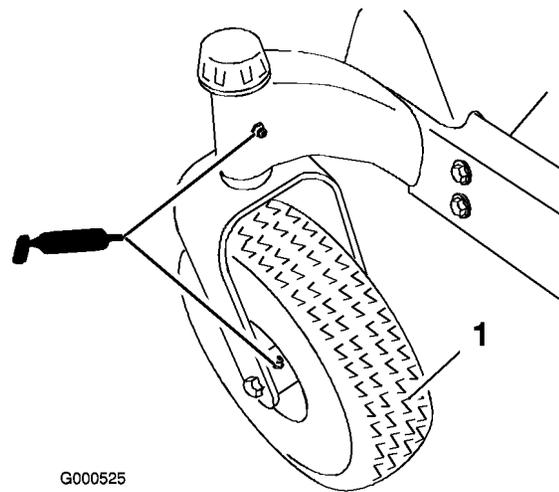
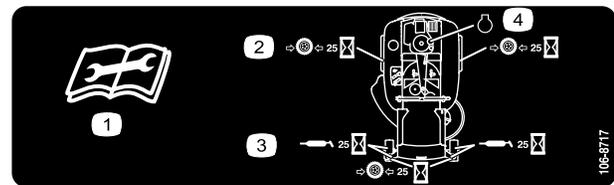

Figura 19
Figura 20
Engrase las ruedas giratorias delanteras y sus pivotes (Figura 19).
3. Limpie con un trapo los puntos de engrase (Figura 19) y (Figura 20). Asegúrese de rascar cualquier pintura que hubiera sobre los puntos de engrase.
4. Conecte una pistola de engrasado a cada punto de engrase (Figura 19 y Figura 20). Bombear grasa hasta que empiece a rezumar grasa de los cojinetes.